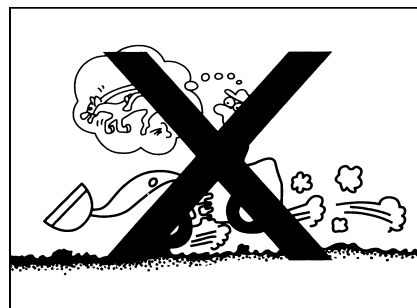

Рис. 1-60
- При работе на снегу, погрузка сильно изменяется от вида снега, поэтому следует уменьшить объем погрузки, внимательнее управлять, чтобы не было скольжения(рис. 1-60).